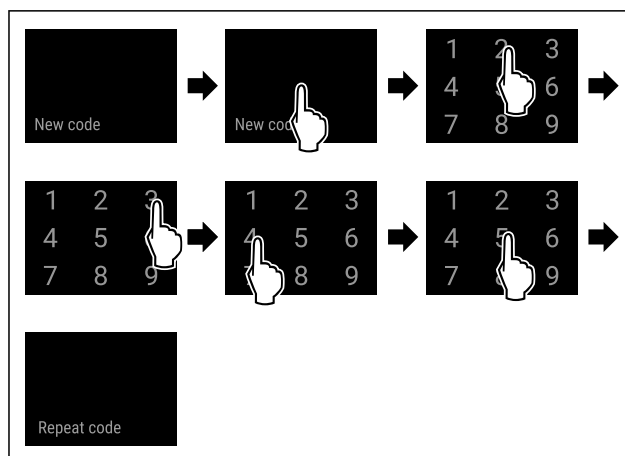

Fig. 92
- Handlungsschritte (siehe Fig. 92) durchführen.